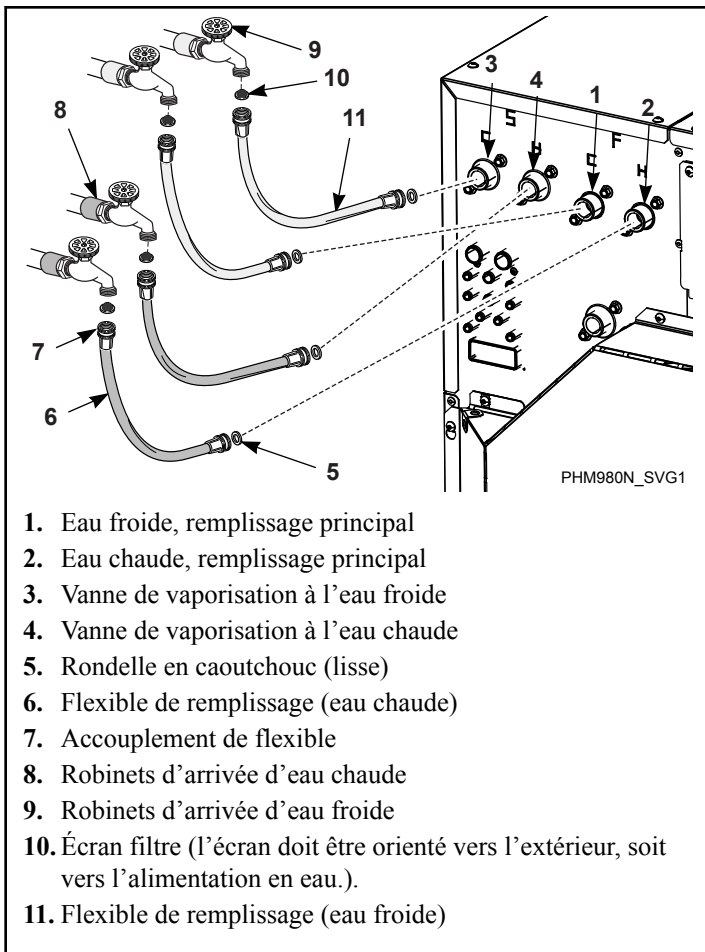

Figure 22
1. Avant d'installer les tuyaux, vidanger le système d'eau du bâtiment aux valves de connexion de la machine pendant au moins deux (2) minutes.
2. Retirer les quatre (4) rondelles de caoutchouc lisses et les quatre (4) écrans-filtres du sac d'accessoires fourni avec la machine.
3. Installer une (1) rondelle en caoutchouc lisse à une extrémité et un (1) écran-filtre-écran à l'autre extrémité de chaque flexible de remplissage. Les écrans doivent être orientés vers l'extérieur, soit vers l'alimentation en eau. Voir *Figure 22*.
6. Visser l'accouplement avec la rondelle de caoutchouc lisse de l'un (1) des flexibles raccordé à l'eau chaude sur la vanne d'entrée de remplissage principal indiquée par un « H » [hot, eau chaude] sous le « F » [fill, remplissage]. Visser l'accouplement avec la rondelle de caoutchouc lisse de l'autre flexible raccordé à l'eau chaude sur la vanne d'entrée de vaporisation indiquée par un « H » [hot, eau chaude] sous le « S » [spray, vaporisation]. Serrer à la main.
7. Visser l'accouplement avec la rondelle de caoutchouc lisse de l'un (1) des flexibles raccordé à l'eau froide sur la vanne d'entrée de remplissage principal indiquée par un « C » [cold, eau froide] sous le « F » [fill, remplissage]. Visser l'accouplement avec la rondelle de caoutchouc lisse de l'autre flexible raccordé à l'eau froide sur la vanne d'entrée de vaporisation indiquée par un « C » [cold, eau froide] sous le « S » [spray, vaporisation]. Serrer à la main.